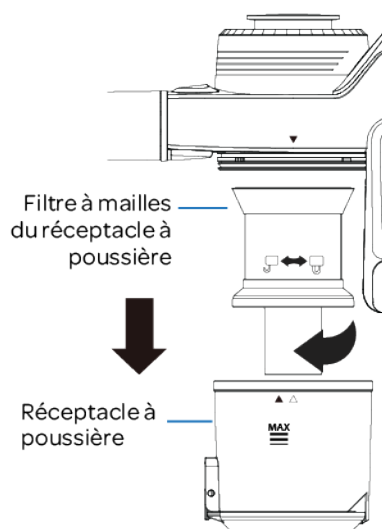

Figure 7
3. Retirer le filtre à mailles du réceptacle à poussière en le faisant pivoter vers la gauche pour le déverrouiller (Figure 7).
4. Tirer le filtre à mailles du réceptacle à poussière vers le bas pour le retirer du corps de l'aspirateur (Figure 7).